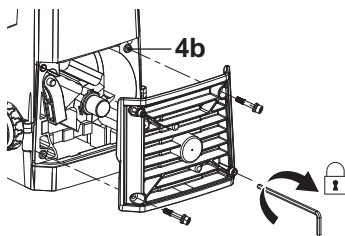

Fig. 15
5. Vuelva a colocar la contracuchilla y la cuchilla de corte (si se han quitado), el protector (Fig. 15, paso 1) y apriete los pernos ($\times 4$) (4a) para fijar la posición con la llave hexagonal (24) (Fig. 15, paso 2). Asegúrese de que los pernos con la rosca corto se montan en los orificios de la parte superior derecha e inferior izquierda (Fig. 15).